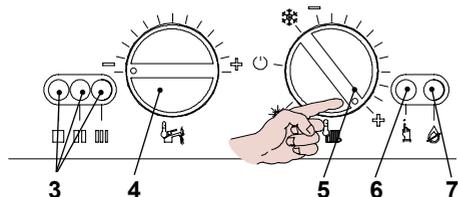

Figura 5.43
- Ruotare il selettore di funzione 5 come in Figura 5.43.
- Tenere premuto il pulsante di ripristino 6 in Figura 5.43 per circa 10 secondi, la lampada di blocco 7 inizierà a lampeggiare.
- Le spie di segnalazione 3 in Figura 5.43 si visualizzano come in Figura 5.44 (legenda spie Figura 5.35)
Per visualizzare il settaggio impostato tenere premuto il pulsante di ripristino 6 in Figura 5.43 per circa 5 secondi. Le spie di segnalazione 3 lampeggeranno un numero di volte pari al settaggio (Figura 5.45).
- Per cambiare il settaggio ruotare la manopola regolazione temperatura sanitari 4 in Figura 5.43 e posizionarla per la Frequenza di attivazione prescelta Figura 5.45 (nella figura es. manopola settata per Frequenza di attivazione ogni 2 giorni), la lampada di segnalazione blocco 7 in Figura 5.43 lampeggia velocemente.
- Per memorizzare il settaggio premere il pulsante di ripristino 6 in Figura 5.43 per circa 5 secondi, le spie di segnalazione 3 lampeggiano tutte quante simultaneamente come in Figura 5.46 (legenda spie Figura 5.35)